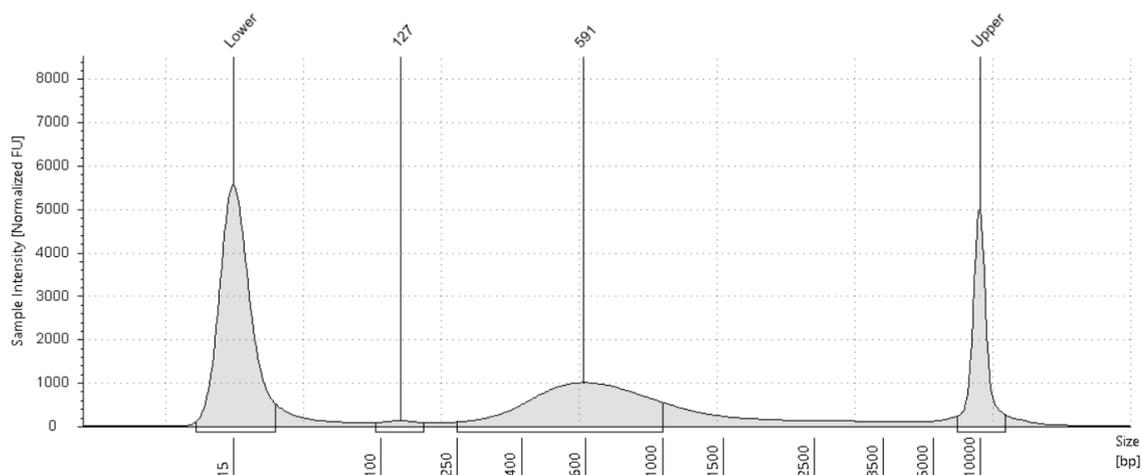

图 14. 文库纯化后 TapeStation D5000 电泳图结果
39) 使用 Qubit (1 X dsDNA HS assay kit) 及 Bioanalyzer 或 TapeStation 定量文库产物, 具体操作遵循生产厂商指南 (Bioanalyzer High Sensitivity DNA assay 或 TapeStation High Sensitivity D5000 assay 或 TapeStation D5000 assay)。cDNA 浓度在 1 ng/ $\mu$ l 及以上为合格。示例文库质检图谱如下图 14: